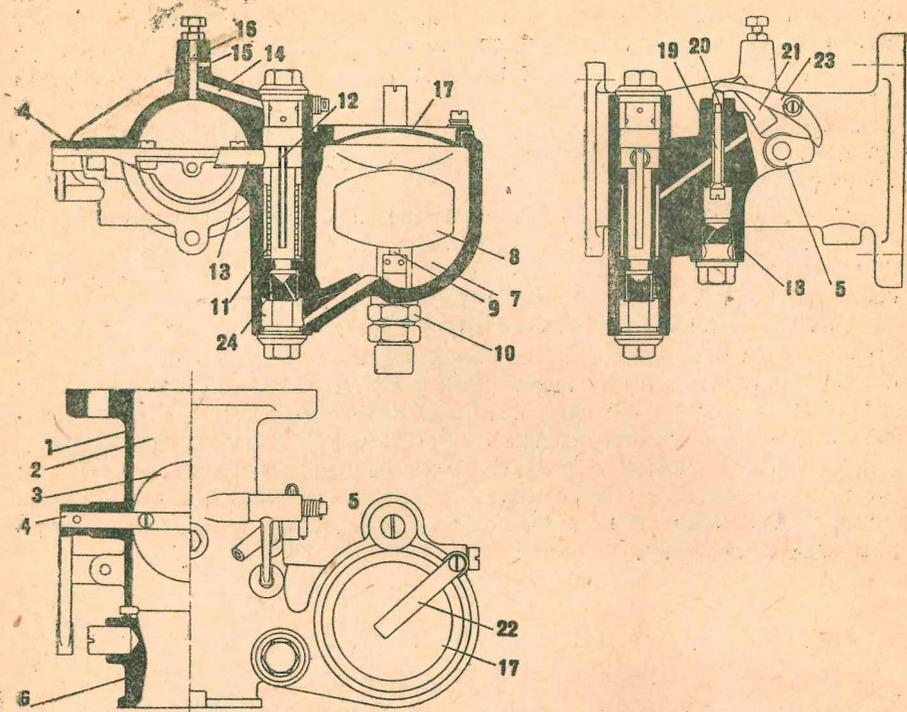

Рис. 22. Карбюратор Клодель-Гобсон; разрезы карбюратора.
Карбюратор состоит из (рис. 22): корпуса (1), поплавковой (7) и смесительной (2) камер, главного жиклера (24), жиклера холодного хода (8), экономайзера (18) и воздушной трубки (21).
Для установки дроссельной заслонки в стенках смесительной камеры просверлены два отверстия, в которых укреплена ось заслонки (4) (рис. 22). На одном конце оси неподвижно укреплен с помощью шпильки рычаг, соединяющийся с педалью акселератора, а на другом конце, тоже неподвижно, насажен кулачек (5).